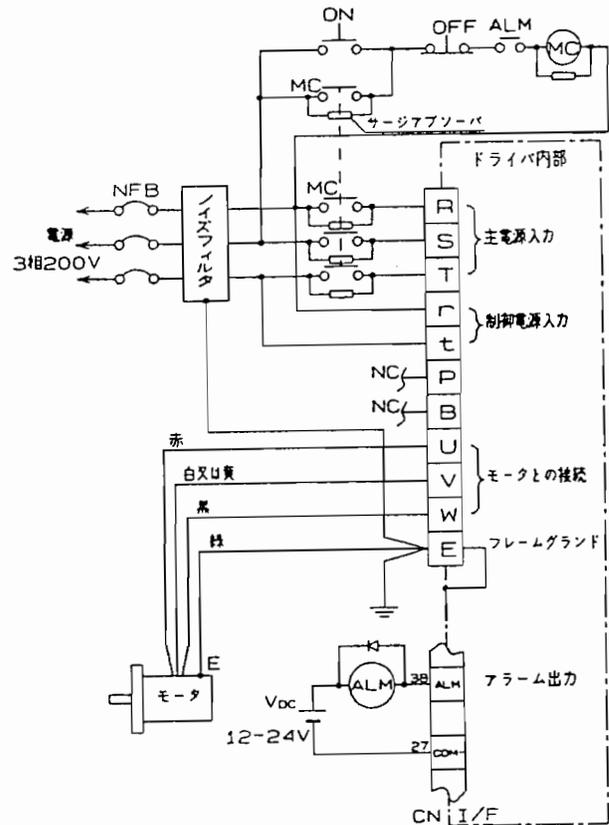

図1. 端子台への配線例
- (1) 図1の“端子台への配線例”に従って配線してください。
- (2) 配線用機器、使用電線等については、5 - 2 “配線用機器の選定”を参照してください。
- (3) 主電源入力端子 (R, S, T) とモータ用出力端子 (U, V, W) を逆接続しないでください。
- (4) モータ用出力端子 (U, V, W) を地絡させたり、互いに短絡させないでください。
- (5) 端子 P, B には何も接続しないでください。又電源投入時、P, B には高電圧が印加されていますので触れないでください。
- (6) ACサーボモータは、インダクションモータのように3相を入れかえることで回転方向を変えることはできません。ドライバのモータ出力端子 (U, V, W) と、モータの口出線の線色を必ず一致させてください。
- (7) 端子台の各端子への接続には、必ず絶縁被覆付圧着端子を御使用ください。
- (8) モータ接地端子 (E) と、ドライバの接地端子 (E) は確実に接続し、ノイズフィルタの接地端子と共に一点接地してください。又、機械本体も接地されることを推奨します。接地は第3種接地 (接地抵抗 $100\ \Omega$ 以下 $\phi 1.6\ \text{mm}$) 以上で接地してください。
- (9) 端子台への配線終了後、感電防止のため付属の端子台カバーを必ず装着してください。
- (10) ドライバの周辺に配置される電磁接触器、リレー等の接点間、コイル、更にブレーキ付モータを使用の場合にはブレーキ巻線に誤動作防止のためのサージ吸収回路を挿入してください。
- (11) ノーヒューズブレーカを設け、非常時には電源をドライバ外部で必ず遮断してください。